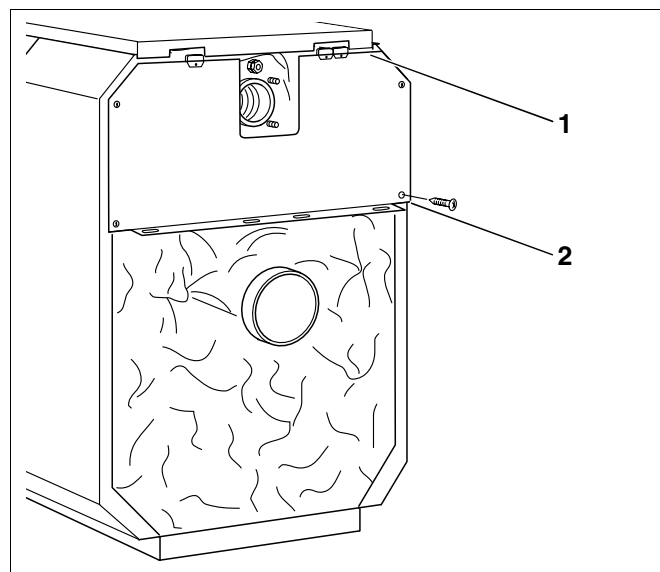

Рис. 55 Установка верхней задней стенки котла
- Верхнюю заднюю стенку котла задвинуть под заднюю крышку (рис. 55, **поз. 1**) и закрепить сзади четырьмя саморезами к боковым стенкам (рис. 55, **поз. 2**).